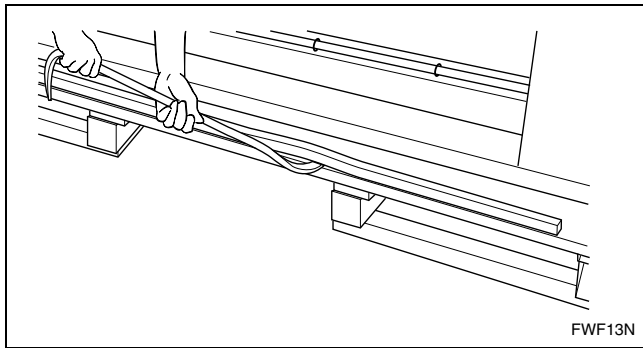

Figura 4
2. Utilice una palanca para sacar los topes de madera de la defensa. Consulte la *Figura 4*.